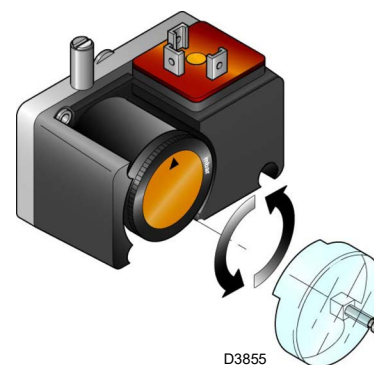

Fig. 31
- Régler le pressostat pour le contrôle d'étanchéité (kit PVP) (Fig. 31 à la page 32), le cas échéant, selon les instructions fournies avec ledit kit.
Régler le pressostat pour le contrôle d'étanchéité (kit PVP)(Fig. 31) selon les instructions fournies avec ledit kit.